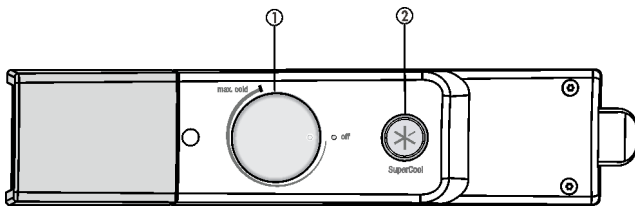

Fig. 3
- ▶ Keerake temperatuuriregulaatorit Fig. 3 (1) päripäeva keskmise temperatuuripunkti positsiooni poole **off** ja **max cold** vahel.
► Keerake temperatuuriregulaatorit Fig. 3 (1).